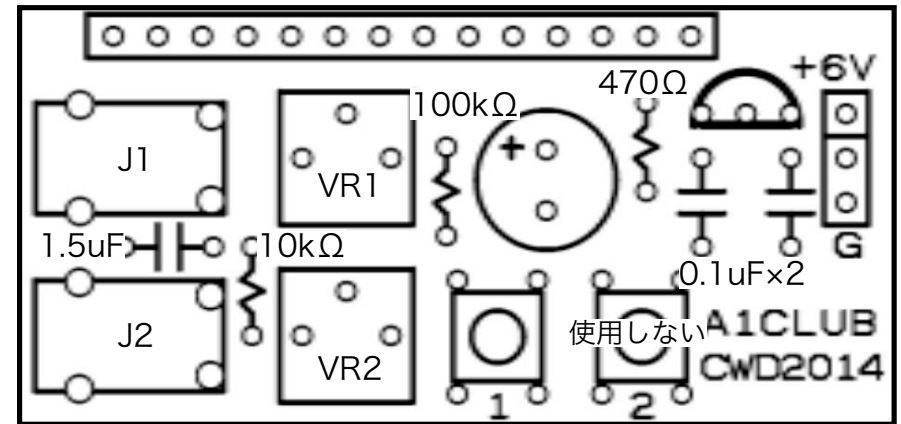

図1. 部品配置図
(2)図1を参考に組立えます。部品点数は少ないので, すぐに完成すると思います。14ピンのピンヘッダは, 20ピンの物をカットして使います。左から6ピン目および7ピン目を抜いて, 液晶に取り付けます。タクトスイッチは「1」の方に実装してください。